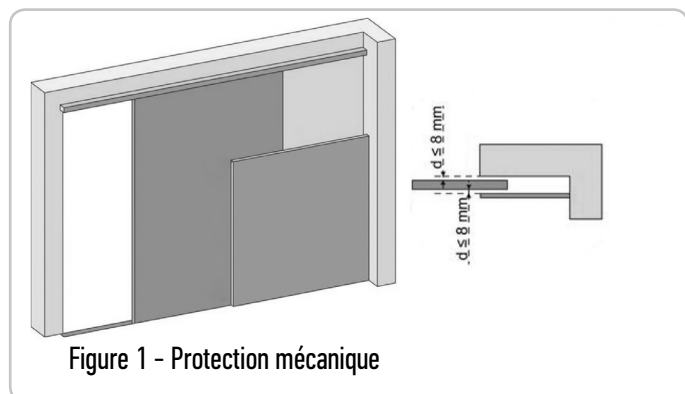

Figure 1 - Protection mécanique
ZONE 2 Risque d'écrasement avec une partie fixe attenante	Détection d'obstacle intrinsèque à la motorisation. Valider impérativement que la détection d'obstacle est conforme à l'annexe A de la norme EN 12 453). Protection par une protection mécanique (voir Fig.1) ou par des distances de sécurité (voir Fig.2)
2.1 Composition - Fig. 1